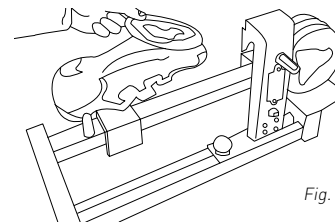

Fig. 6
4. Placer le disque du rapporteur sur le taquet. **(Fig. 6)**